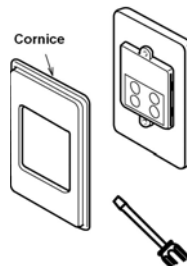

Fig. 3
4. Rimuovete la cornice del comando remoto facendo attenzione a non rovinarlo (Fig.3)